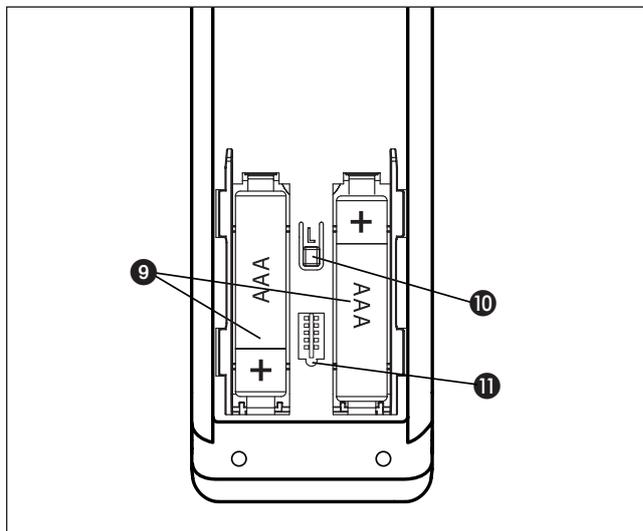

Abb. 3 Rückseite des WMS Handsenders plus
- Zum Austausch der Batterien (Typ AAA, IEC LR03, "Micro") öffnen Sie das Batteriefach (*Abb. 3 auf Seite 2*), legen Sie neue Batterien ein. Achten Sie hierbei auf richtige Polarität: Plus (+) und Minus (-) Pol der Batterien müssen mit den Markierungen im Batteriefach übereinstimmen.